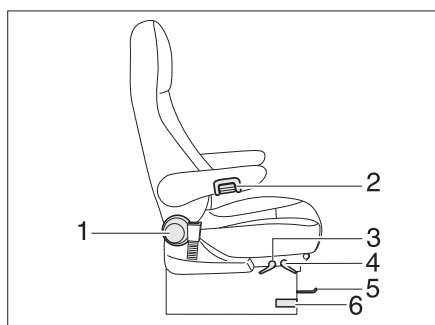

Fig. 74 Siège conducteur et siège passager
- Presser ou tirer sur le levier pour faire pivoter le siège (Fig. 74,6). Le siège est libéré du dispositif de blocage.